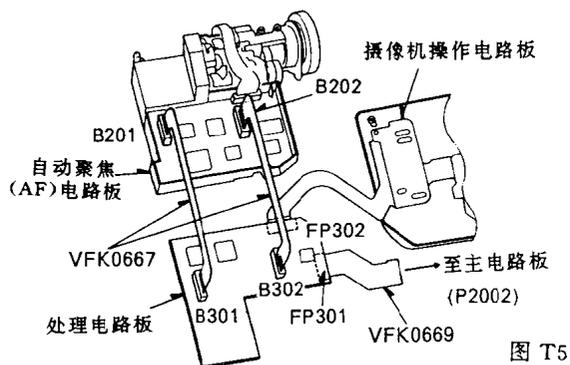

图 T5
(2) 处理电路板和 AF(自动聚焦)电路板的连接(图 T5)。